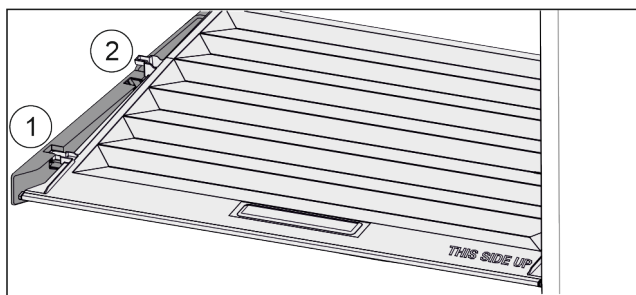

Fig. 134
- ▶ Deslice la tapa hacia delante hasta la abertura de las piezas de sujeción Fig. 134 (1).
- ▶ Levántela por detrás desde abajo y retírela tirando hacia arriba Fig. 134 (2).